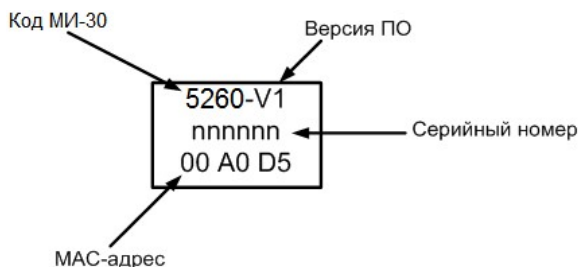

Рисунок 3 – Шильдик
- в поле «MAC адрес» введите трехбайтовый MAC-адрес, напечатанный на шильдике (см. Рисунок 3).